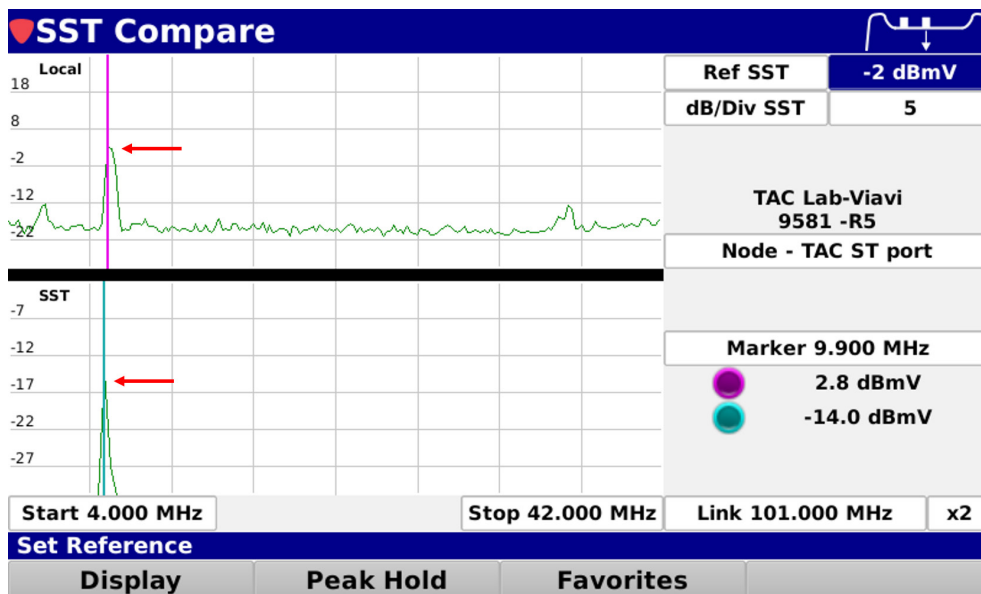

Figura 8 – Visualización en 1G de caída de 5 dB en la mitad inferior de la pantalla
- g. Si el ruido de ingreso está en sentido downstream desde la ubicación de prueba, el ruido de ingreso se reducirá en 5 dB en la parte SST de la pantalla (figura 8).